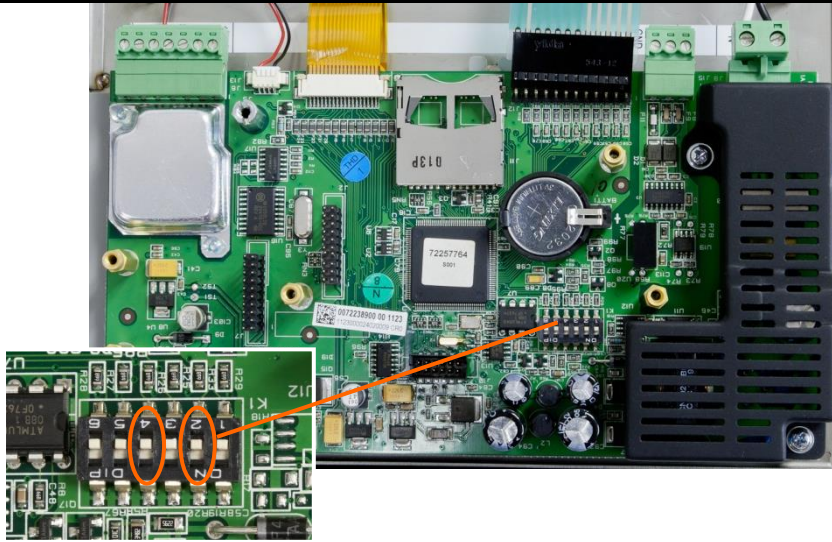

Abbildung 5-8: Schalter SW1-2 und SW1-4
- 2 Stellen Sie Schalter SW1-2 in die Position EIN (siehe Abbildung 5-8).
- Die Position von SW1-4 (auch in Abbildung 5-8 angezeigt) legt fest, ob messtechnisch wichtige EEPROM-Daten für die Waagenkalibrierung zurückgesetzt werden, wenn eine Master-Reset durchgeführt wird. SW1-4 muss auf EIN gestellt werden, um die EEPROM-Daten zurückzusetzen. Wenn SW1-4 auf AUS gestellt ist, werden die messtechnischen EEPROM-Daten von der Hauptrücksetzung **nicht** beeinflusst.